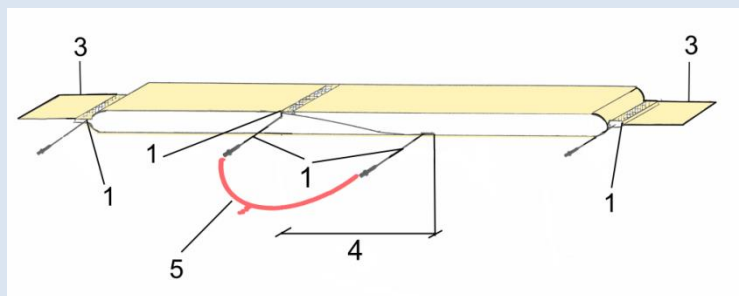

Bild 4
- 1 Abdichtkissenenden (Ventil einseitig [V]) (Bild 4)